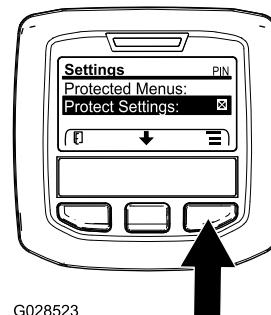

Bild 17
1. Navigieren Sie vom Hauptmenü mit der mittleren Taste auf das Menü EINSTELLUNGEN und drücken Sie die rechte Taste (Bild 17).